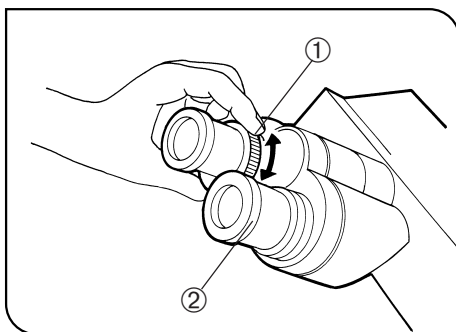

Abb. 22
(Abb. 22 und 23)
2. Durch das Okular mit Dioptrieneinstellring blicken und das Objekt nur durch Drehen des Dioptrieneinstellrings ① scharfstellen. (Abb. 22)
1. Mit dem rechten Auge durch das rechte Okular blicken und den oberen Teil des Okulars ② drehen, bis das Doppelfadenkreuz scharf zu erkennen ist. (Abb. 22 & 23)
3. Mit dem linken Auge durch das linke Okular hindurchsehen und den Dioptrieneinstellring ① drehen, um das Bild auch für das linke Auge scharfzustellen.